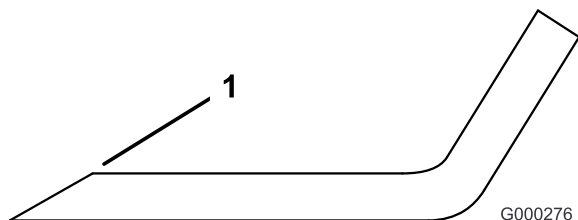

Figura 101
1. Utilice una lima para afilar el filo de corte en ambos extremos de la cuchilla (Figura 101). Mantenga el ángulo original. La cuchilla permanece equilibrada si se retira la misma cantidad de material de ambos bordes de corte.